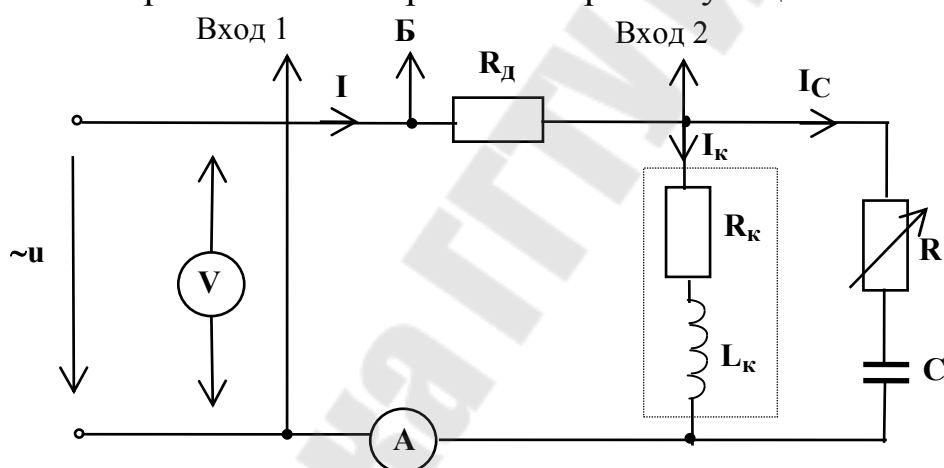

Рис.5.3
2. На наборном поле соберите электрическую цепь согласно рис.5.3.